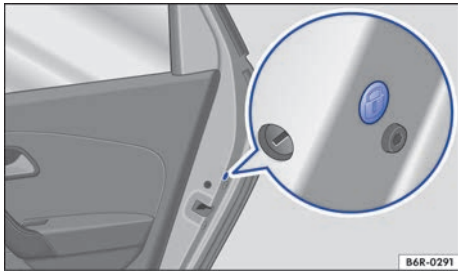

Fig. 157 En la parte delantera de la puerta derecha: bloqueo de emergencia, cubierto por una junta de goma.
- Quitar la veda de goma ubicada en la lateral de la puerta. La junta está identificada con un candado  ⇒ **fig. 157**.